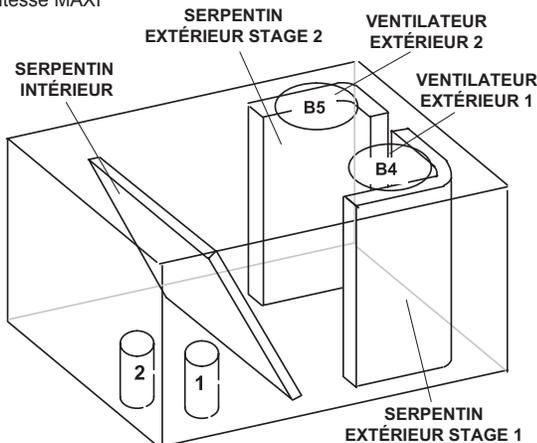

FIGURE 24
- 3 - Les unités contiennent deux circuits de réfrigérant. Reportez-vous à la FIGURE 24.